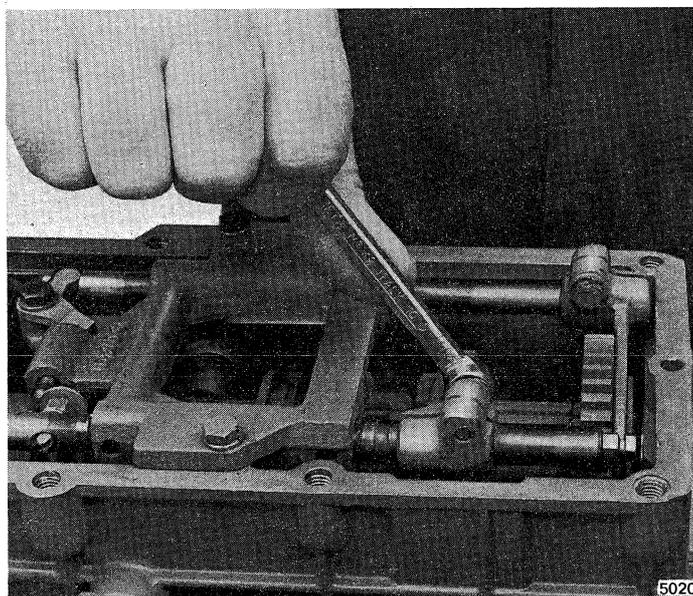

Fig. 54
N.B. - Nella operazione di fig. 54 portare l'asta in posizione di selezione retromarcia e l'ingranaggio scorrevole in presa con l'ingranaggio della retromarcia.